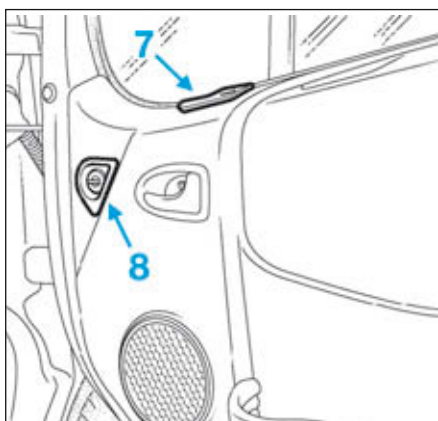

FIG.37
- Reposer la commande de lève-vitre (7) (Fig.37).
- Reposer l'interrupteur d'inhibition de l'airbag passager (8).